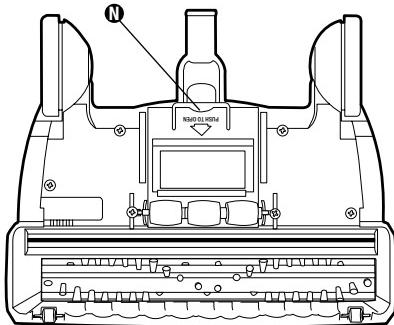

FIG. 9
Step 4: Flip vacuum over and inspect dirt channel in brushroll area. Open access door by pulling back on access door latch **N** and lifting up (Fig. 9), check for blockage. Remove any blockages with tool or coat hanger. Close access door.
Paso 4: Invierta la aspiradora e inspeccione el canal de polvo en el área del cepillo giratorio. Abra la puerta de acceso jalando la traba de la puerta **N** hacia atrás y levantándola para (Fig. 9) verificar que no haya obstrucciones. Retire las obstrucciones con una herramienta o una percha. FIG. 9
4 Étape: Retournez l'aspirateur sens dessus dessous et inspectez la canalisation de poussière du rouleau brosse. Ouvrez la porte en tirant sur son verrou **N** vers le haut (Fig. 9) et vérifiez la présence de toute obstruction. À l'aide d'un cintre ou autre outil, dégagez et retirez tout obstacle présent et refermez la porte d'accès..